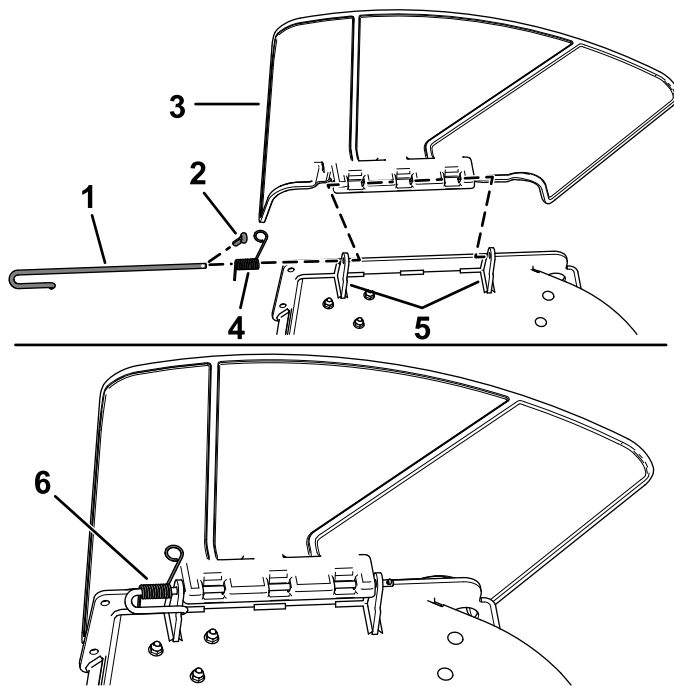

Figura 6
1. Desengate a mola da ranhura no suporte do defletor e retire o contrapino (apenas modelos CE), deslize a barra para fora dos suportes soldados da plataforma, mola e defletor de descarga (Figura 6).
2. Retire o defletor (Figura 6).